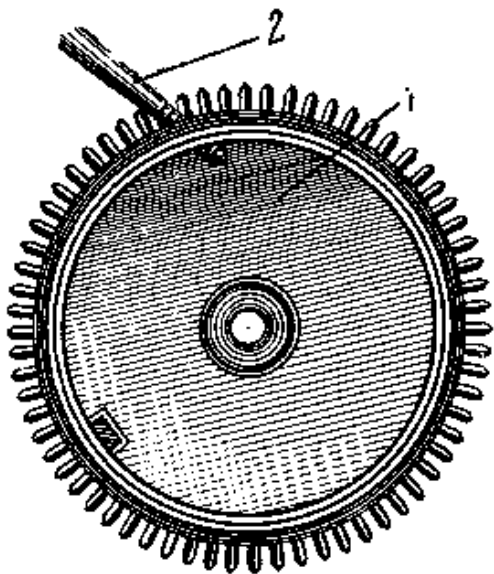

Рис. 141. Способ вставки крючка барабана на резьбе:
2. В боковой стенке барабана просверливают отверстие, нарезают в нем резьбу и с внутренней стороны барабана снимают заусенцы. Отверстие должно быть точно посередине высоты барабана, т. е. между дном его и крышкой. Затем нагортывают латунную проволоку, нарезают на ней резьбу и ввертывают в барабан (рис. 141) настолько глубоко, чтобы высота крючка лишь немного превышала толщину пружины, после чего крючок припаивают. Наружный конец проволоки отрезают напильником — ножовкой, заглаживают напильником заподлицо со стенкой барабана. 3. В более крупных часах рекомендуется на внутренней стенке барабана прорезать место для крючка (рис. 142) не глубже проточки, на которую ложится крышка. Для этого нужно сделать грабштихелем риску, а затем трехгранным бархатным или полубархатным напильником сделать углубление. Окончательно углубление подправляют ножовкой осторожно и неглубоко.